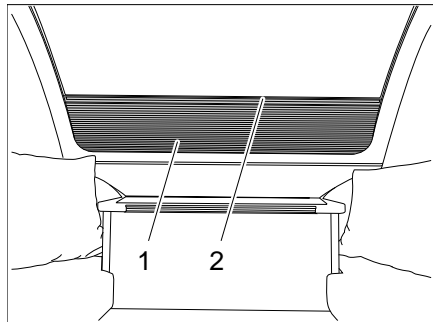

Bild 41 Verdunklungsrollo Bugfenster
- Schließen:** ■ Verdunklungsrollo an der Einkerbung (Bild 41,2) nach oben ziehen.
- Öffnen:** ■ Verdunklungsrollo (Bild 41,1) an der Einkerbung (Bild 41,2) nach unten ziehen.